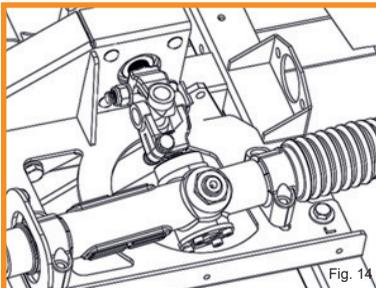

Fig. 14
- Hold the U-Joint (Art 7) with two M8x40 bolts and matching shims (Pos 2) in place (Fig. 14).
- Fixieren sie das waagerechte Kreuzgelenk (Art 7) mit zwei Schrauben M8x40 und Unterlegscheiben (Pos 2) (Fig. 14).